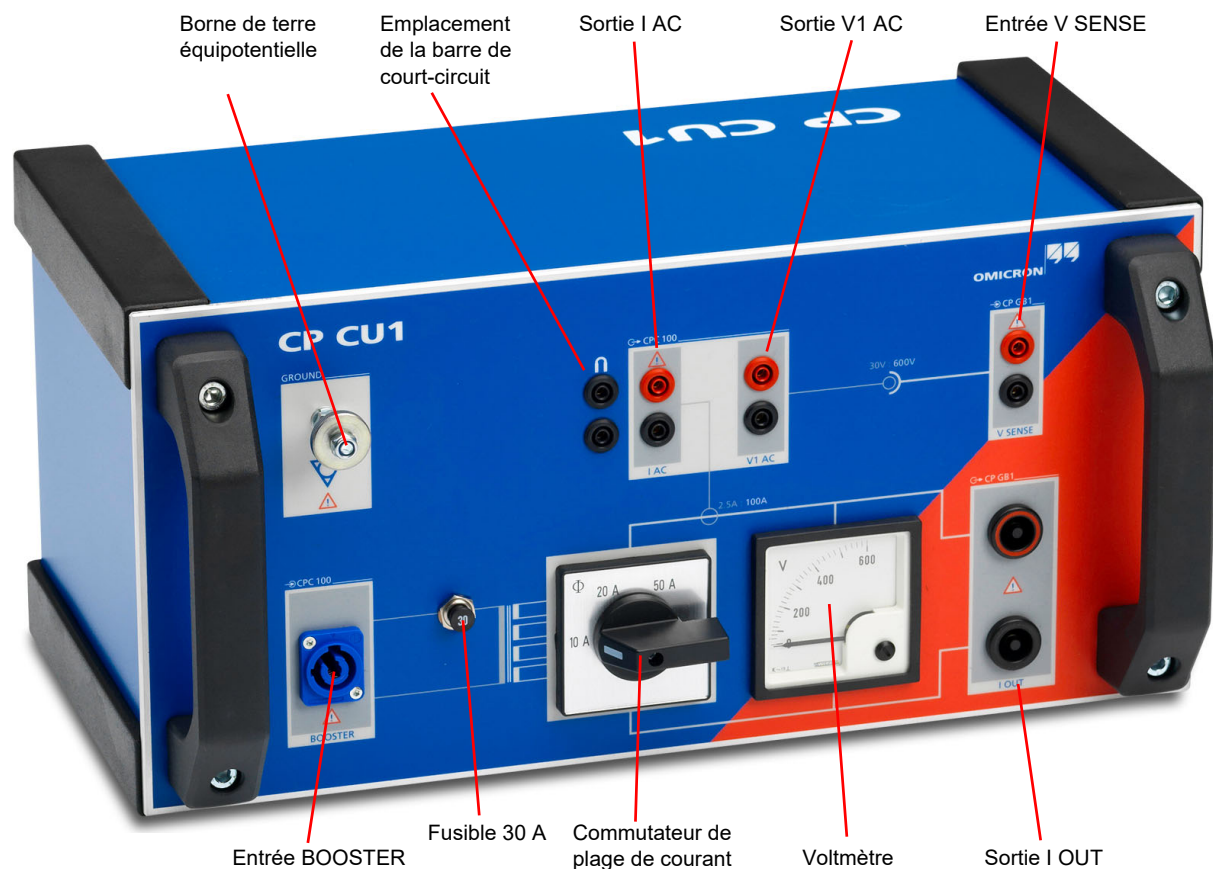

Figure 2-2: Face avant du CP CU1
- La figure 2-2 ci-dessous présente les éléments fonctionnels du CP CU1.